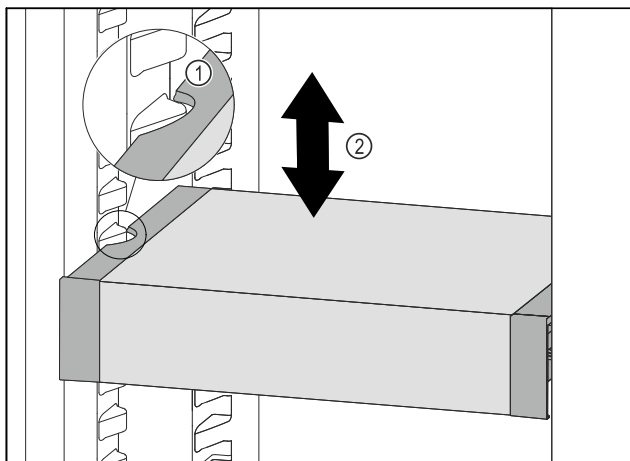

Fig. 100
- Тяните VarioSafe вперед, пока боковые выемки VarioSafe не окажутся на высоте выступа резервуара в холодильном отделении. Fig. 100 (1)
- Двигайте VarioSafe в холодильном отделении вверх или вниз, пока не будет достигнута требуемая высота. Fig. 100 (2)